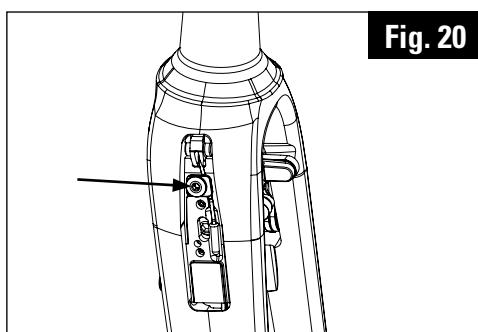

Fig. 20
- 10 / Una vez hecho este ajuste, apriete el cable con una llave Allen de 3 mm a un par de **6 Nm** (Fig. 20).